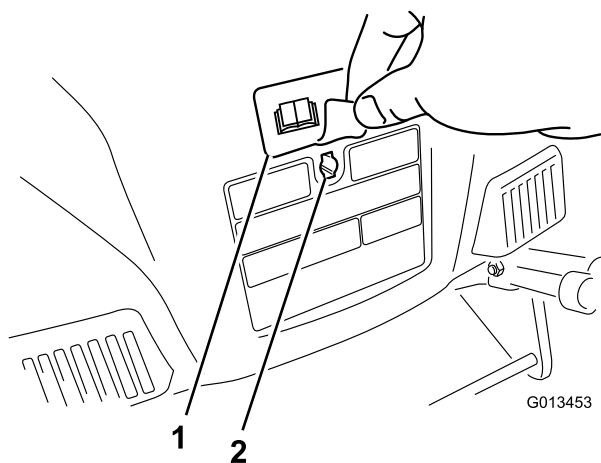

Figura 5
- Remova o autocolante que cobre o furo na parte de trás da caixa (Figura 5).